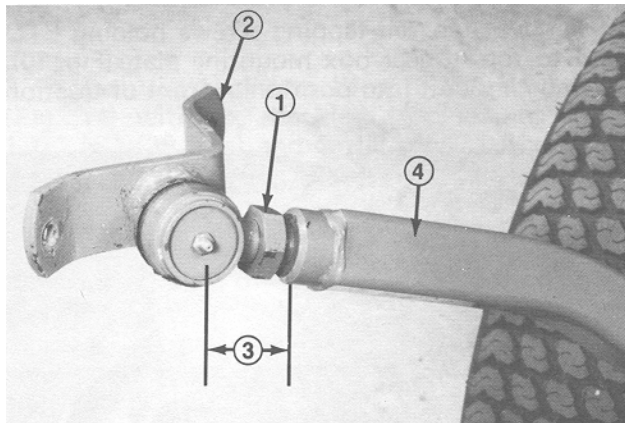
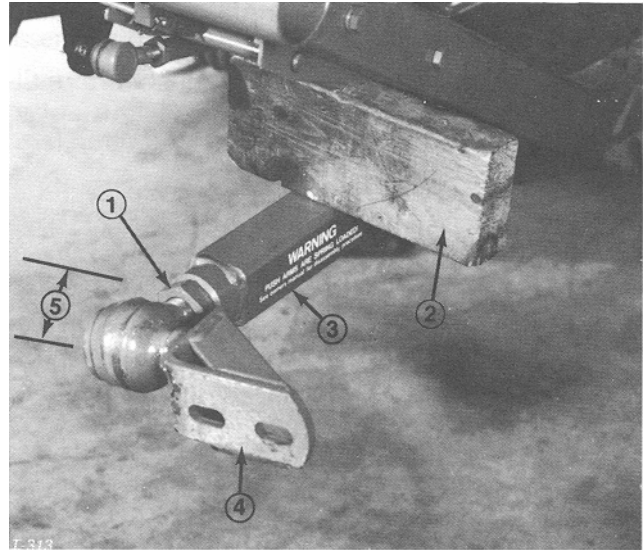

Figure 9
Figure 10
2. Vissez la rotule dans le bras de poussée droit jusqu'à ce que le centre de la rotule se trouve à 60 mm de l'avant du bras de poussée (Fig. 9). Ne serrez pas l'écrou de blocage.
3. Demandez à quelqu'un d'appuyer sur le bras de poussée gauche. Insérez ensuite un bloc de bois de 51 x 102 mm entre le bâti et le haut du bras de poussée (Fig. 9). Vissez la rotule dans le bras de poussée gauche jusqu'à ce que le centre de la rotule se trouve à 60 mm de l'avant du bras de poussée (Fig. 10). Ne serrez pas l'écrou de blocage.